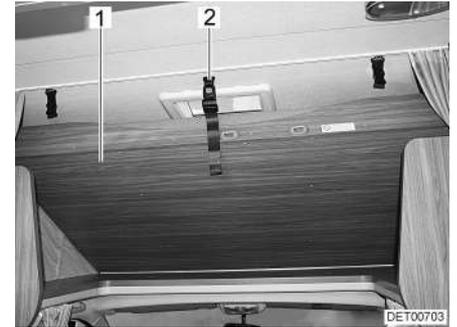

Fig. 36 Cama de alcoba en posición de viaje
- Girar la cama de alcoba (Fig. 36,1) hacia arriba y dejar que la cinta de sujeción (Fig. 36,2) engatille en el soporte en el techo.